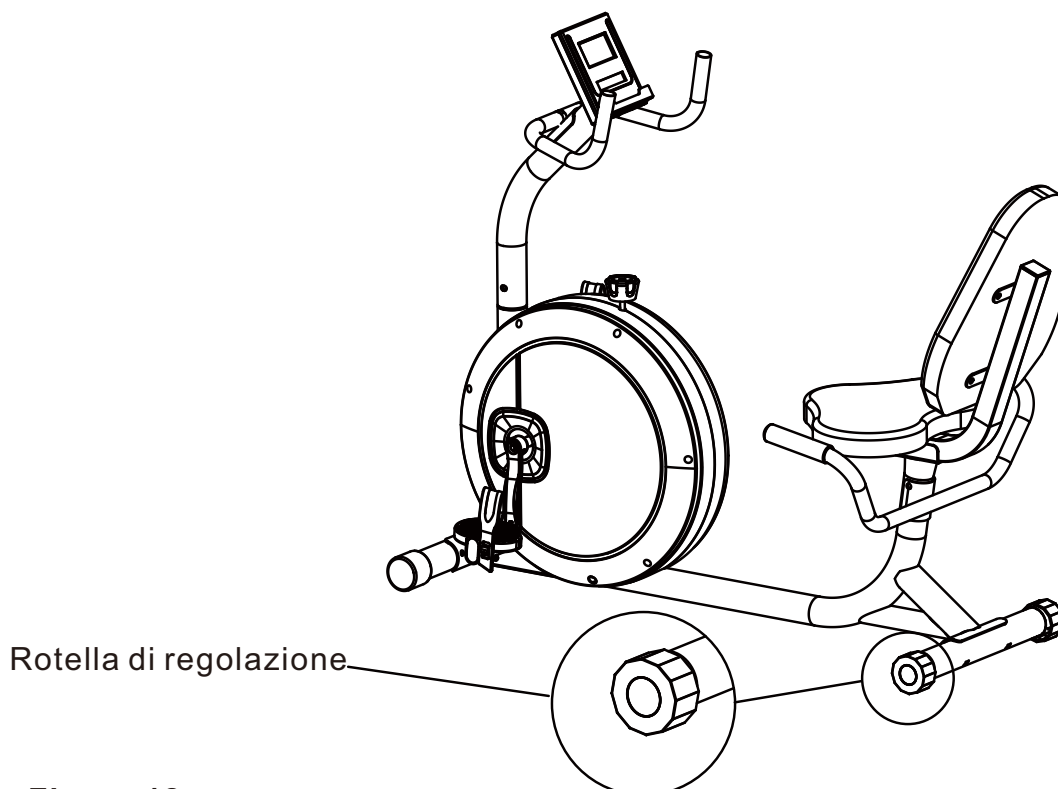

Figura 12
12. Quando il veicolo non è stabile dopo l'assemblaggio, puoi ruotare le ruote con le mani per una piccola regolazione. Come se muestra en la Figura 12.